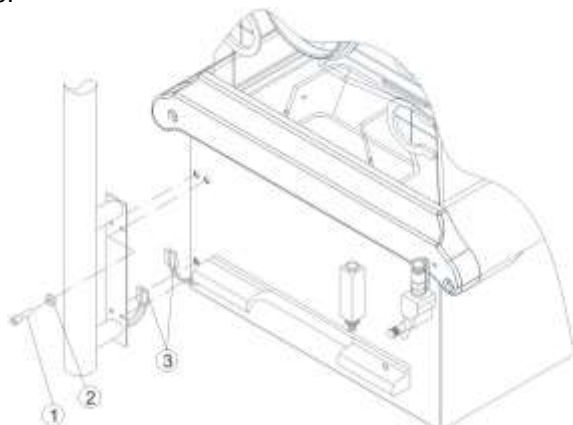

Figura 87 – Instalação da lâmpada auxiliar
1. Conecte os terminais (3).
2. Coloque o suporte do monitor na posição correta, alinhando todos os furos conforme figura 87.
3. Utilizando uma chave Allen de 5mm, coloque o parafuso sextavado interno (Allen) (1) com a arruela (2) no orifício e aperte.